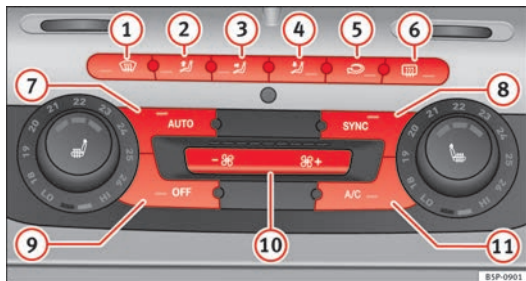

Abb. 131 Bedienelemente der 2C-Climatronic an der Instrumententafel.
- Zum Einschalten des manuellen Betriebs betätigen Sie eine der Tasten \Rightarrow Abb. 131 **1** bis **5** oder aber die Gebläsetasten **10**. Die jeweils eingestellte Funktion wird am Display des Radios bzw. des Navigationssystems angezeigt.
- Drücken Sie die Taste  ⇒ **Abb. 131 5**, um den Umluftbetrieb ein- oder auszuschalten. Bei eingeschaltetem Umluftbetrieb erscheint am Display das Symbol .